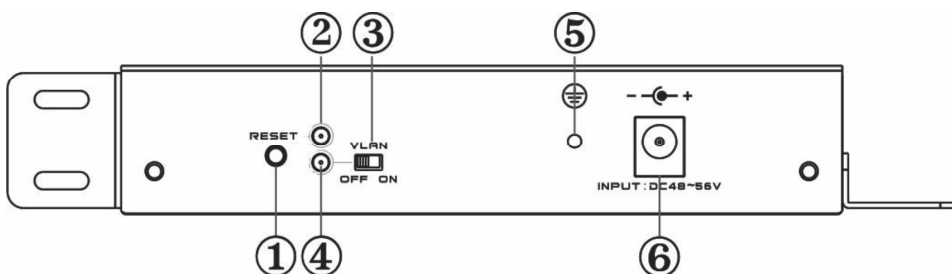

Рисунок 2 – Задняя панель изделия
- Подключите блок питания (входит в комплект поставки) к разъему питания 48...56 В (см. рисунок 2).
- Включите изделие посредством выключателя сетевого (см. рисунок 2).
- Проверьте состояние и номинал установленного предохранителя (см. рисунок 2)